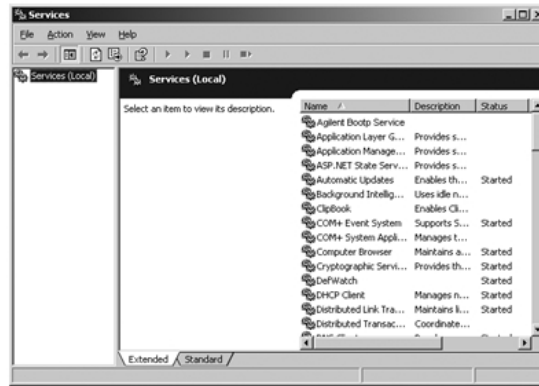

Abbildung 46 Windows Dienste-Dialogfeld
- 1 Gehen Sie in der Windows-Systemsteuerung auf **Verwaltung > Dienste**. Das Dialogfeld **Services** wird aufgerufen, siehe Abbildung 46 auf Seite 265.